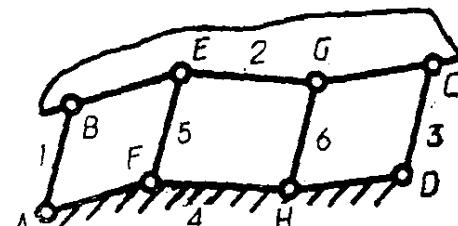

图 2-6
5) 若在机构的两构件之间, 联以若干个长度相等且互相平行的构件(如图 2-6 所示的情况), 构成  $m$  个平行四边形, 则将存在  $(m-1)$  个虚约束。这实际上是情况 2 的推广, 所以是不难理解的。